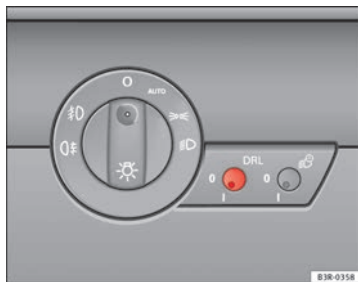

Abb. 89 Schalter Tagfahrlicht
- Drücken Sie kurz auf den Knopf ⇒ Abb. 89, um ihn aus seiner Position auszurasen.